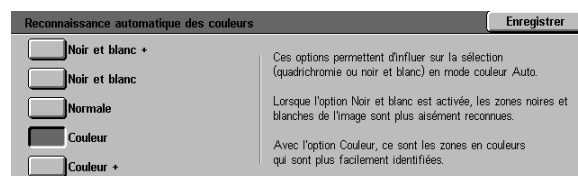

Figure 48 : Paramètres Reconnaissance des couleurs
- Pour le paramètre de reconnaissance automatique des couleurs, appuyez sur la touche correspondant à l'option voulue (voir la figure 48).